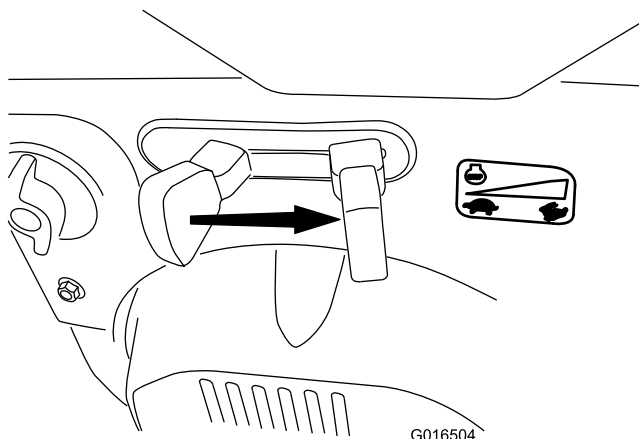

Figure 30
6. Placez la commande d'accélérateur en position haut régime (Figure 30).